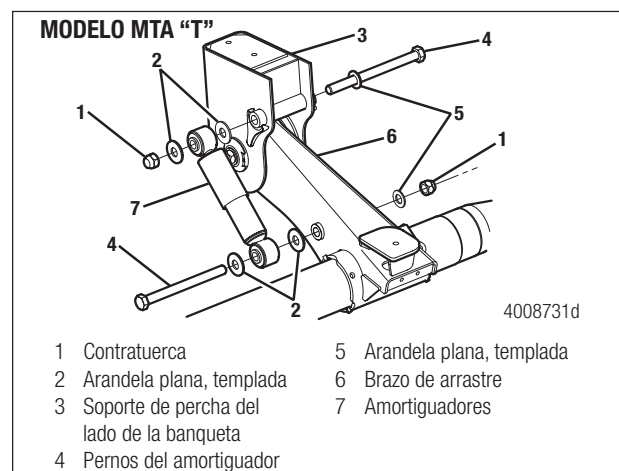
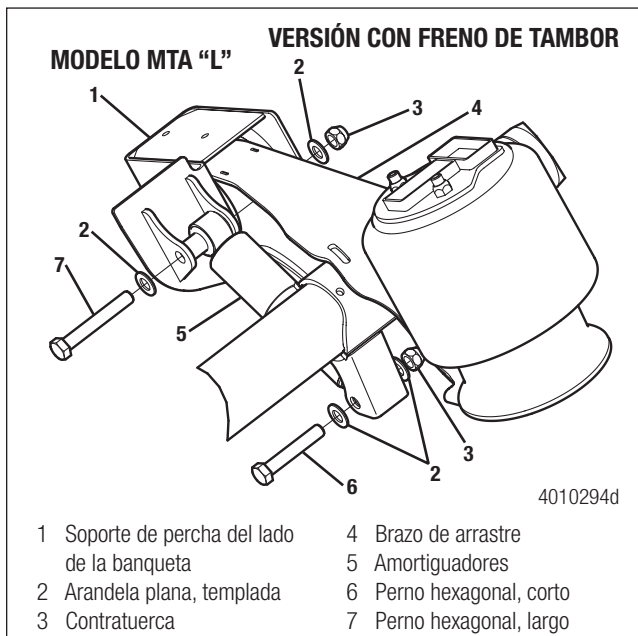
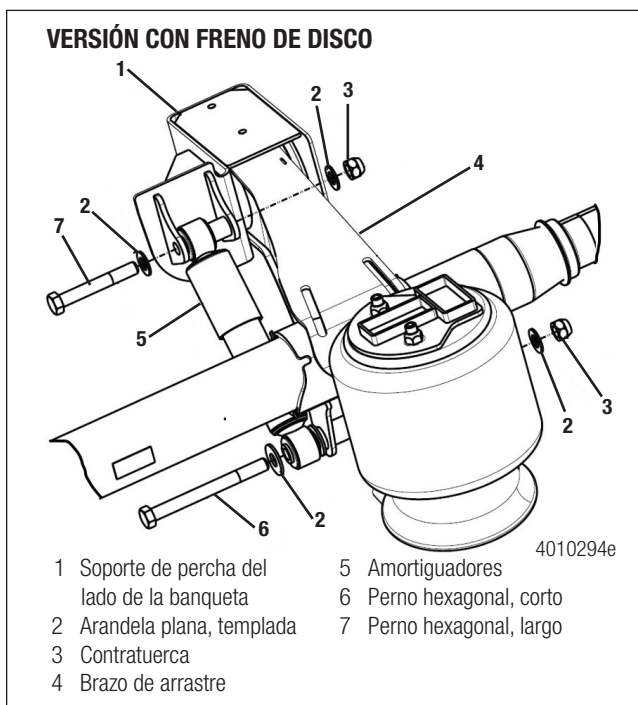

Figura 6.1
Figura 6.2
Figura 6.3
2. Con el remolque correctamente apoyado, retire la tuerca y arandela de 7/8 pulgadas del soporte superior. Figura 6.1, Figura 6.2 y Figura 6.3.
5. Instale el amortiguador en el perno superior. Instale la arandela y tuerca. Figura 6.1.
6. Inserte el perno y arandela a través del buje inferior del amortiguador. Instale la arandela y tuerca. Figura 6.3.